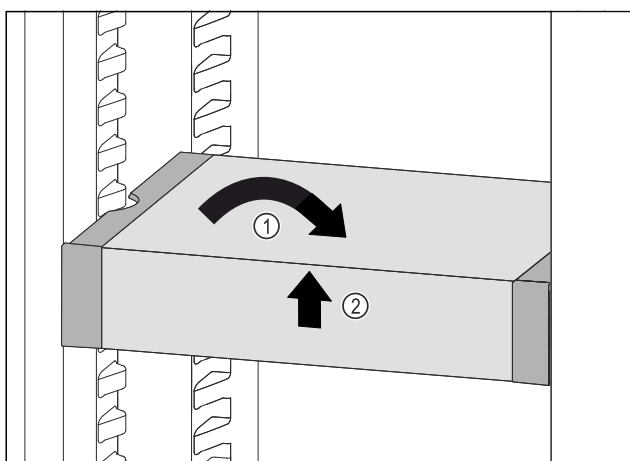

Fig. 38
- Remettre le VarioSafe droit. Fig. 38 (1)
- Soulever la partie avant du VarioSafe. Fig. 38 (2)